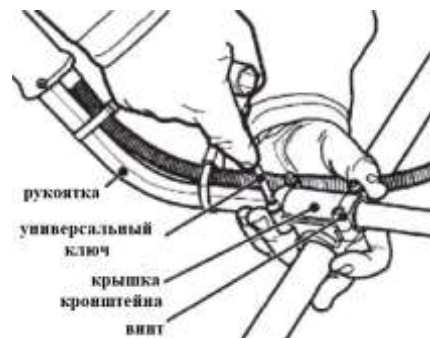

Рис. 3 Установка рукоятки бензиновой косы
1. Установите половинки рукоятки в корпус кронштейна так, чтобы выступы на торцах трубок рукоятки попали в паз корпуса кронштейна, смотрите Рис. 3;